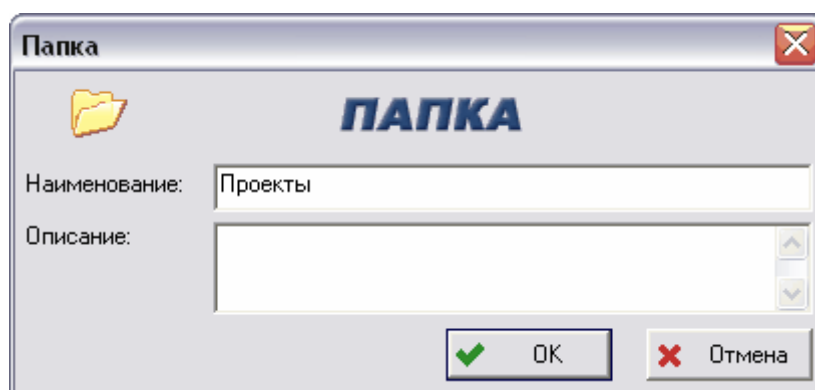

Рис. 9
3. В появившемся диалоговом окне **Папка** введите наименование и описание папки и нажмите на кнопку **Ок** (Рис. 9).